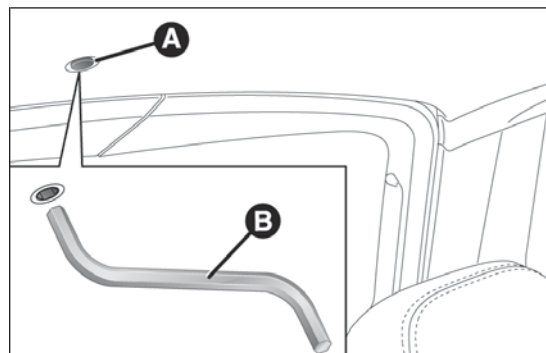

fig. 71
- ☐ retirar el tapón de protección A fig. 71 situado en el revestimiento interior;